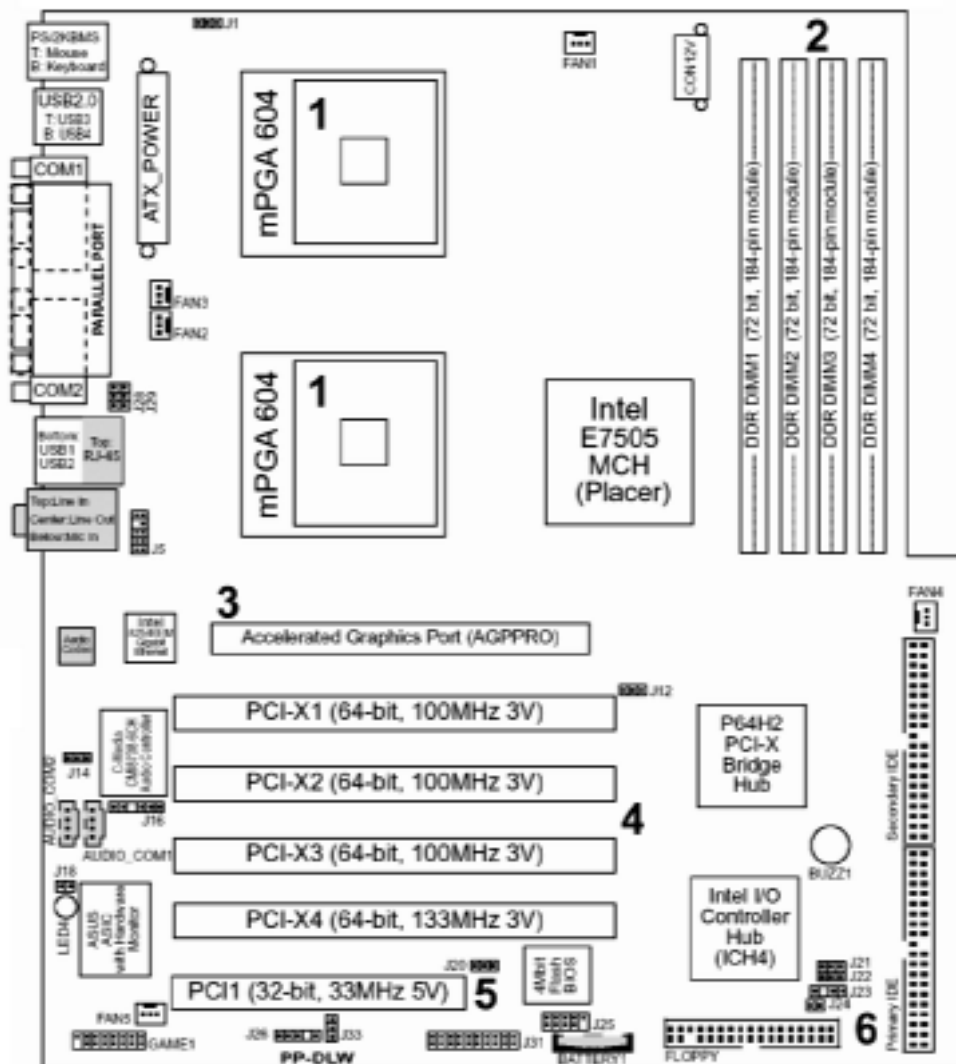
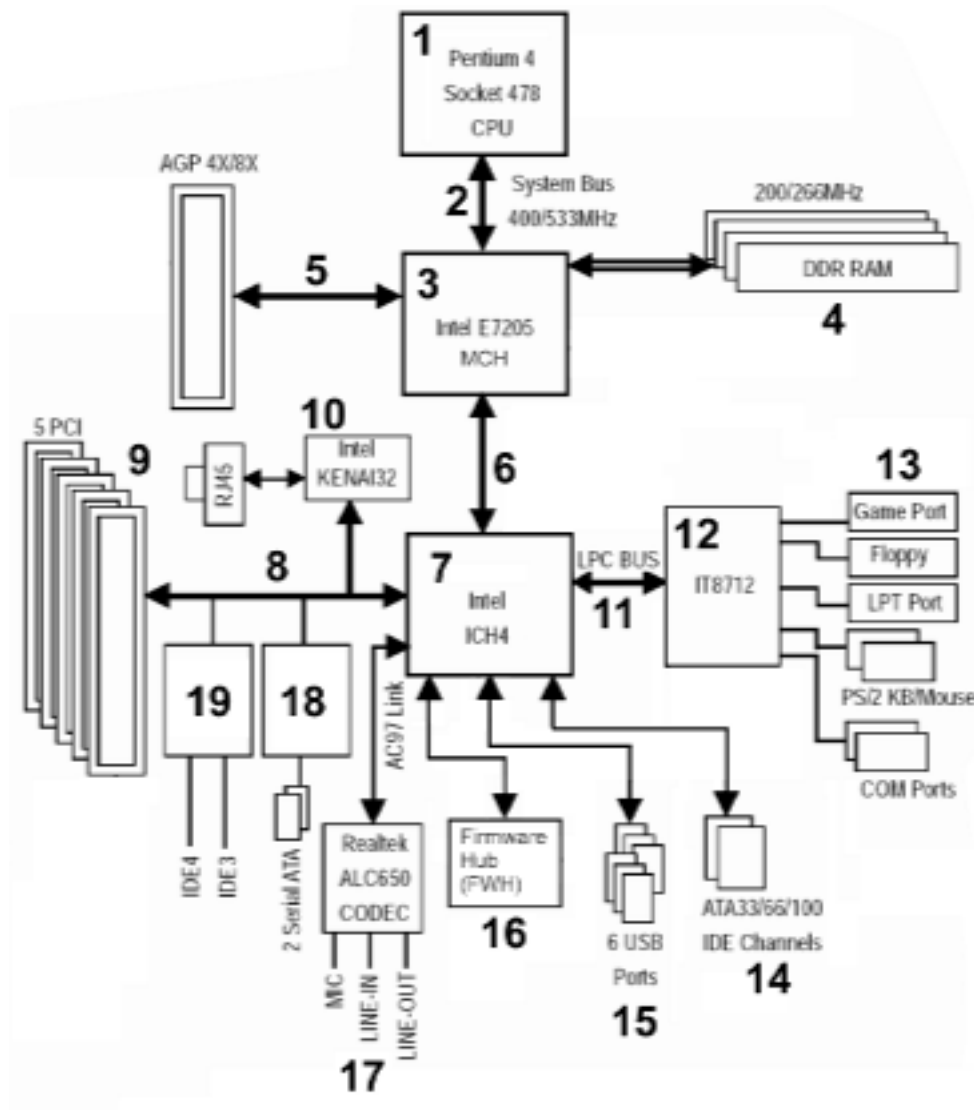

Abbildung 1.20 Motherboard für zwei Prozessoren (1). Vorzugsweise für Workstations (Asus)
Abbildung 1.30 Einige Jahre später - ein Motherboard mit Pentium-4-Prozessor und Intel-Schaltkreissatz (nach: Gigabyte)
- Graphik-Subsystem: so leistungsfähig wie nötig (Sache der Anwendungssoftware). Die Anforderungen sind heutzutage beachtlich (hohe Auflösung, 3D, bewegte Bilder). Erfordert entsprechend hochentwickelte Graphikhardware, die man beim Stand der Technik nur als Steckkarte bauen kann (vgl. den AGP-Pro-Slot in Abbildung 1.20).
- Arbeitsspeicher: so viel wie möglich, so schnell wie möglich, so preiswert wie möglich. Das Motherboard von Abbildung 1.20 kann mit verschiedenen Modultypen bestückt werden (gepuffert/ungepuffert, mit/ohne ECC-Bits).
1 - zwei Prozessoren, an einen gemeinsamen Bus angeschlossen. 2 - Hauptverteiler; 3 - Arbeitsspeicher-Subsystem. Neu: zwei Zugriffswege (DDR Channels) zu je 64 Bits (können parallel betrieben werden, so daß sich eine Zugriffsbreite von 128 Bits ergibt). 4 - E-A-Verteiler. Weitere Einzelheiten sind nicht dargestellt. Sie entsprechen im wesentlichen Abbildung 1.30. 5 - PCI-X-Brücke; 6, 7 - Privatinterfaces zwischen den Schaltkreisen (HI = Hub Interface; Abschnitt 1.5.3). Die Abbildung zeigt die typische Funktionsaufteilung der Intel-Schaltkreissätze. Vgl. auch Abbildung 1.20.